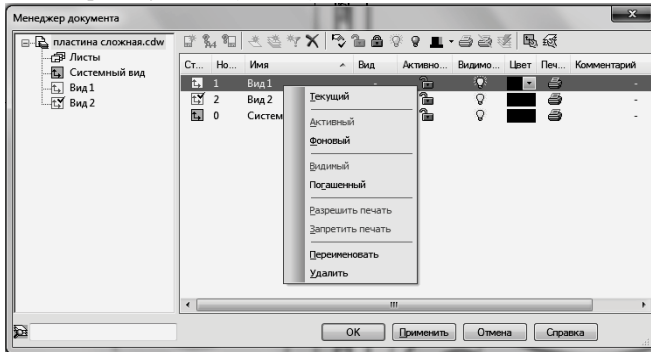

Рис. 63
Можно сделать нужный вид текущим, а также настроить состояние других видов с помощью *Менеджера документа* (рис. 63).
5. Задать свойства вида с помощью кнопок панели инструментов Менеджера документа (рис. 63).